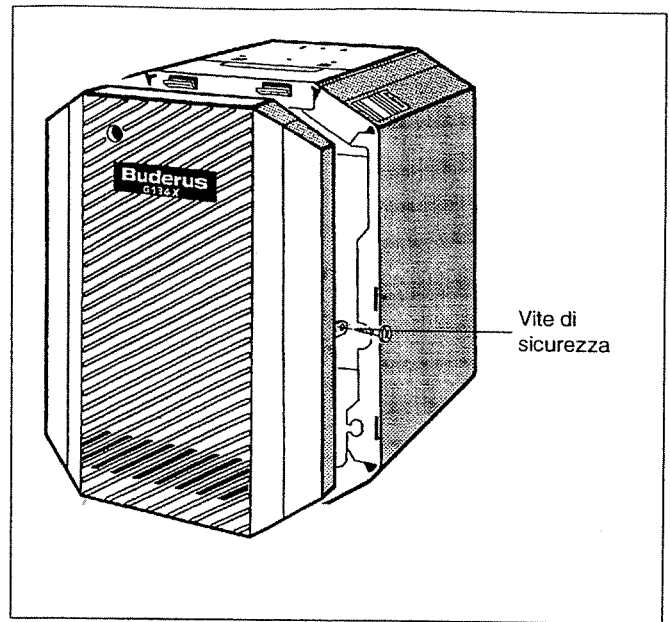

Fig. 7: Rimuovere il pannello anteriore della caldaia
- Svitare le viti di sicurezza sinistra e destra dei pannelli laterali (Fig. 7).
- Sollevare il pannello anteriore della caldaia e toglierlo dal davanti (Fig. 7).